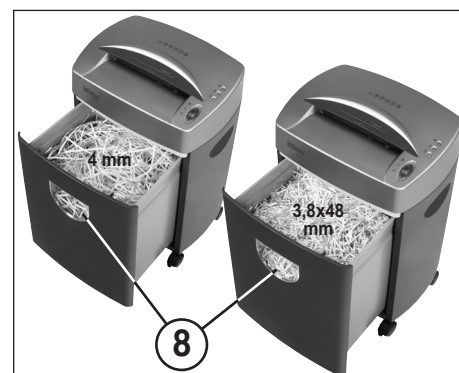

Abb. 3
AUFFANGBEHÄLTERS (Abb. 3):
Wird das Schnittgut im Kontrollfenster zur Füllstandsanzeige (8) (Abb. 3) sichtbar muß der Auffangbehälter entleert werden.